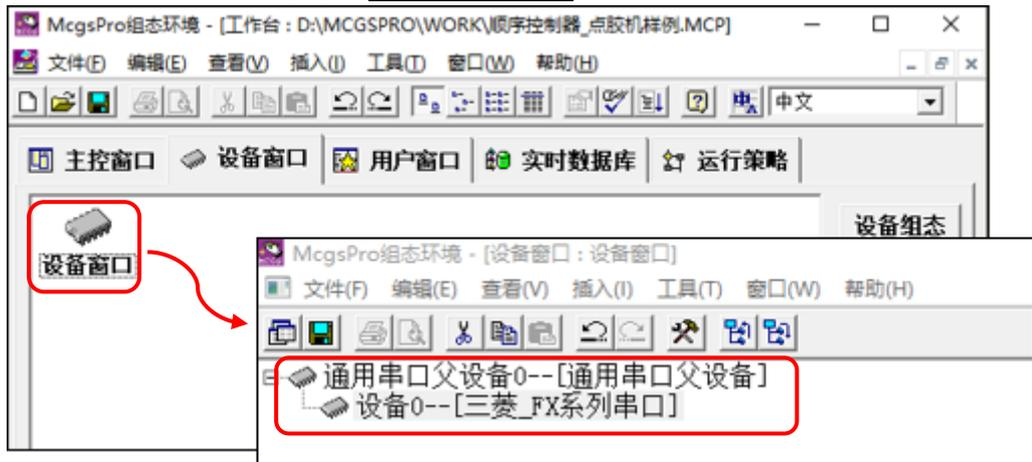

图 8.4-5 添加驱动：三菱 FX 系列串口
④ 添加驱动：如图 8.4-5，双击工作台中的“设备窗口”，在设备窗口界面添加“通用串口父设备”和“三联 FX 系列串口”驱动，驱动添加方法参考入门篇章 3.5.2。